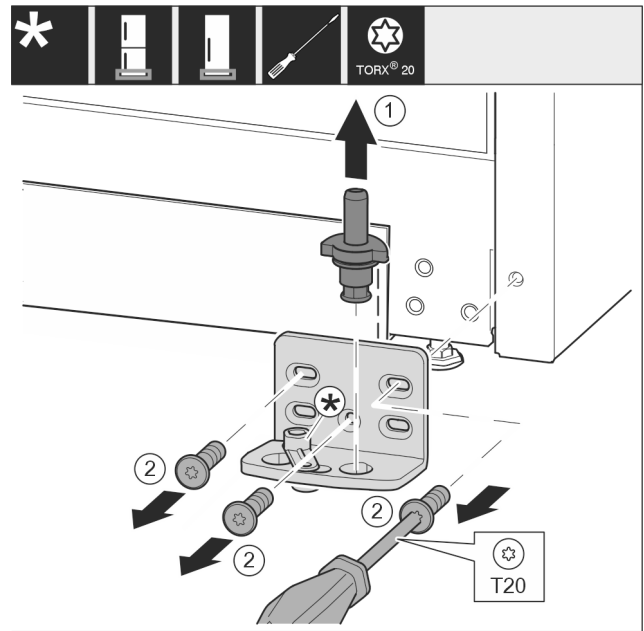

Fig. 13
- ▶ Irrota laakeripultti kokonaan vetämällä se pois yläkautta. Fig. 13 (1)
- ▶ Kierrä ruuvit irti T20-ruuvimeisselillä ja irrota laakeripukki. Fig. 13 (2)